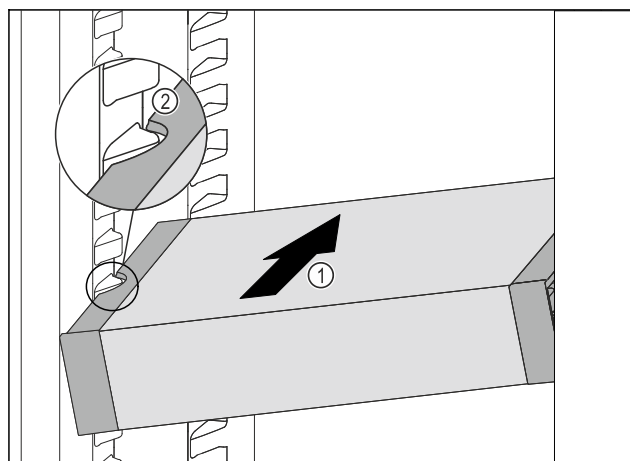

Fig. 167
- Zasuňte VarioSafe do chladničky pod úhlem tak Fig. 167 (1), aby vybrání na bocích Fig. 167 (2) VarioSafe byla na úrovni žebrování na nádoby v chladniče.